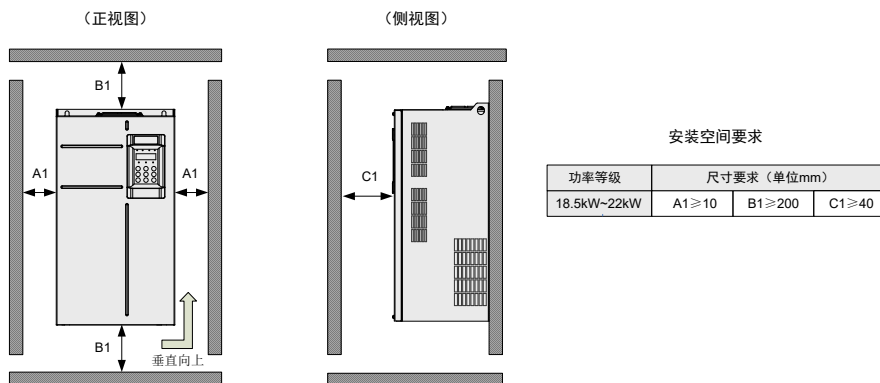

图 2-1 单台机器安装空间要求
- 安装空间要求如图 2-1 所示，需保证变频器有足够的散热空间，预留空间时请考虑柜内其它器件的散热情况；